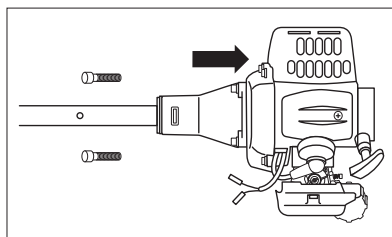

fig. 4
5. Montez l'arbre de transmission complet sur le moteur en utilisant quatre vis (fig. 4).